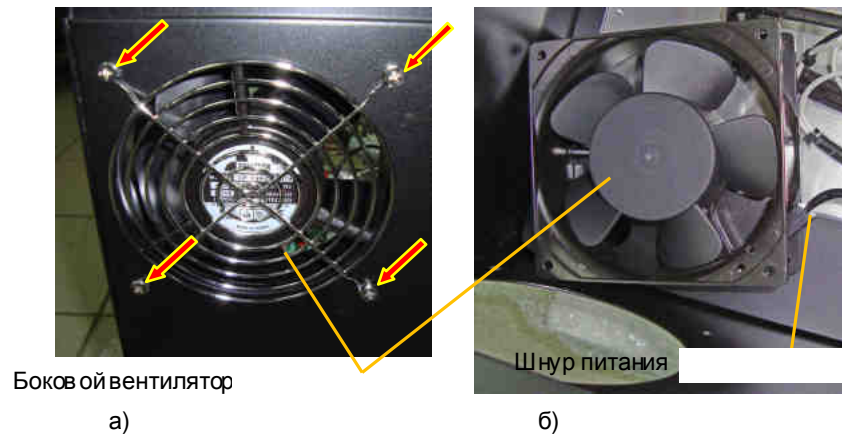

Рис. 6.10.
6.8.3. Выкрутить четыре винта крепления бокового вентилятора удерживая гайки (рис. 6.10а, красные стрелки), демонтировать решётку и положить их в тару.
6.8.4. Отсоединить шнур питания бокового вентилятора (рис. 6.10б) и положить вентилятор в тару.